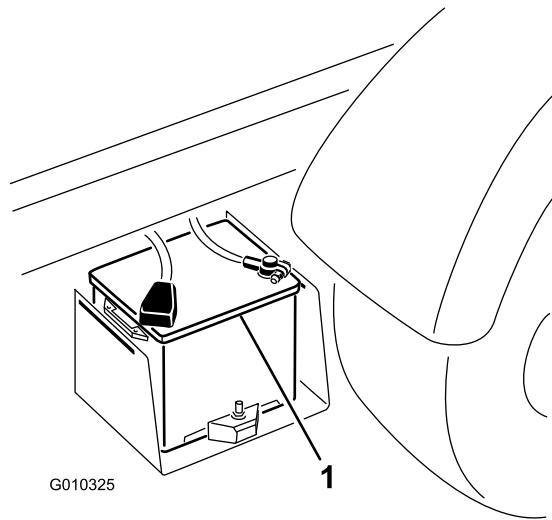

Figura 52
2. Collegate un cavo portatile tra i poli positivi delle due batterie (Figura 52). Il polo positivo è identificato dal simbolo + sul coperchio della batteria.